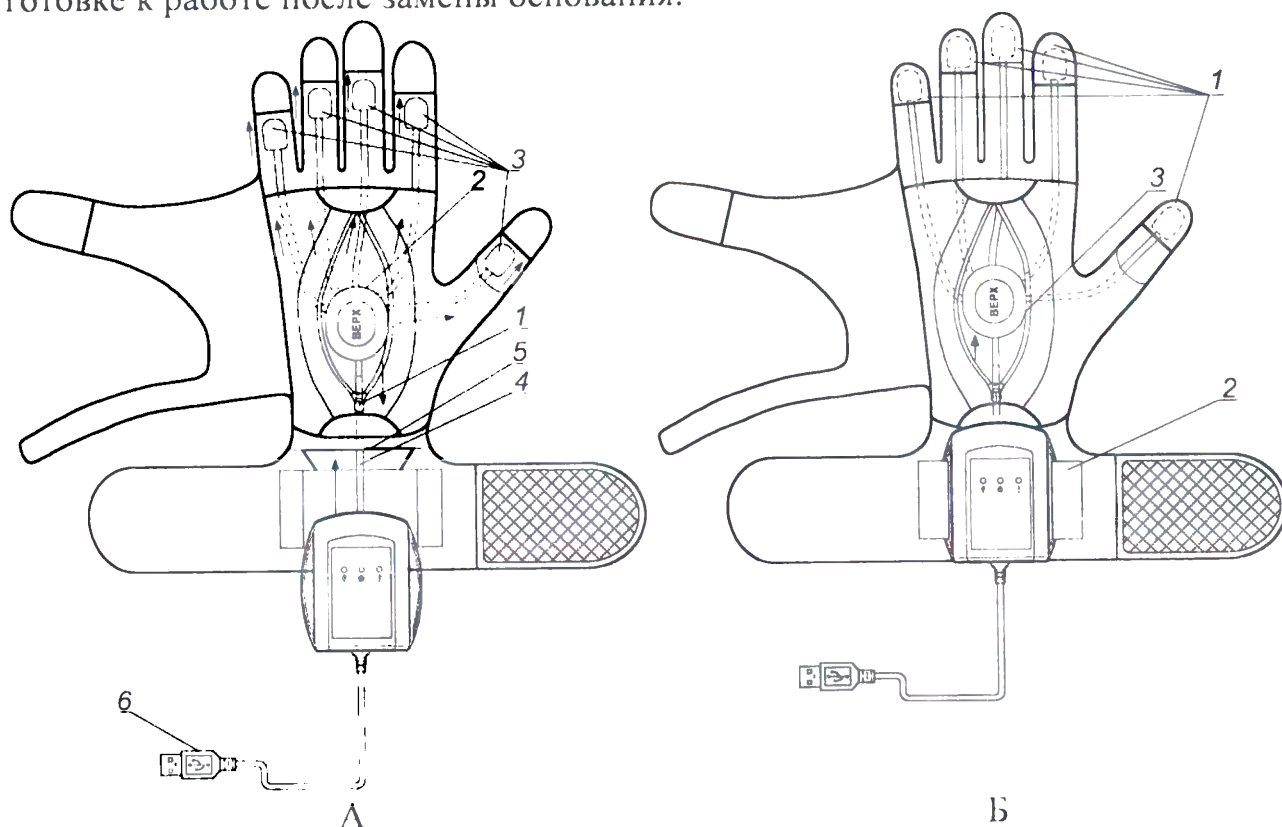

Рисунок 4 – Подготовка к работе комплекса модификации **перчатка базовая**
(рисунок 4 поз. 6) к порту компьютера с установленной программой.
4. Пропустить блок датчиков (поз. 2) внутрь основания перчатки через карман (поз. 5) внутрь перчатки (поз. 4), так чтобы надпись «ВЕРХ» на блоке датчиков была направлена вверх (см. рисунок 4).